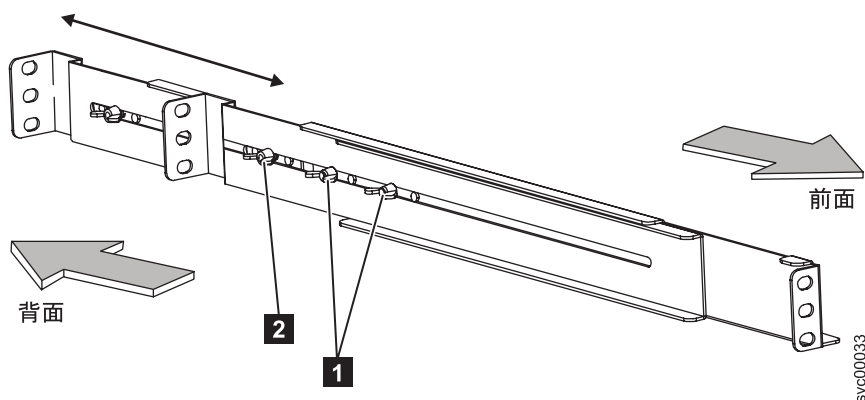

図9. 2145 UPS-1Uでのレールの縦の長さの調整
4. 両方のレール・アセンブリーのアセンブリー・ウィング・ナット (18 ページの図 9の **1**) を緩め、ラックの縦の長さに合わせてレール・サイズを調整します。縦の長さを調整した後で、できるだけ、ある程度は動かせるくらいにアセン